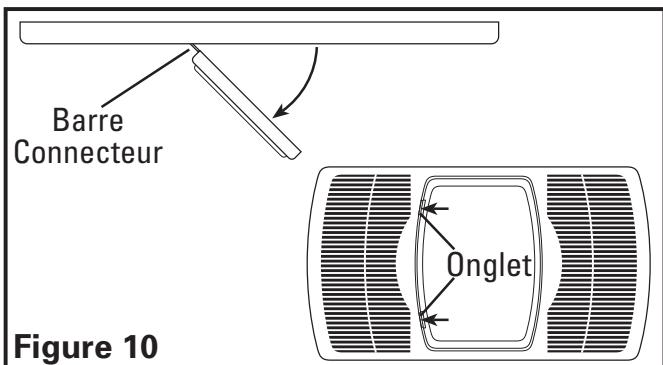

Figure 10
- Enlever la grille de la boîte et ouvrir la section lentilles de lampe en poussant sur les deux onglets des lentilles de lampe et en tirant vers l'extérieur des lentilles. Les lentilles basculeront en position ouverte sur les barres connecteurs. NE PAS enlever les lentilles de la grille (**Figure 10**).